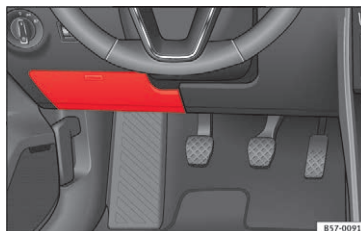

Fig. 100 Instrumentpanelet i førersiden: afdækning på sikringsboks
- **Åbning:** Klap afdækningen nedad og op » Fig. 100.